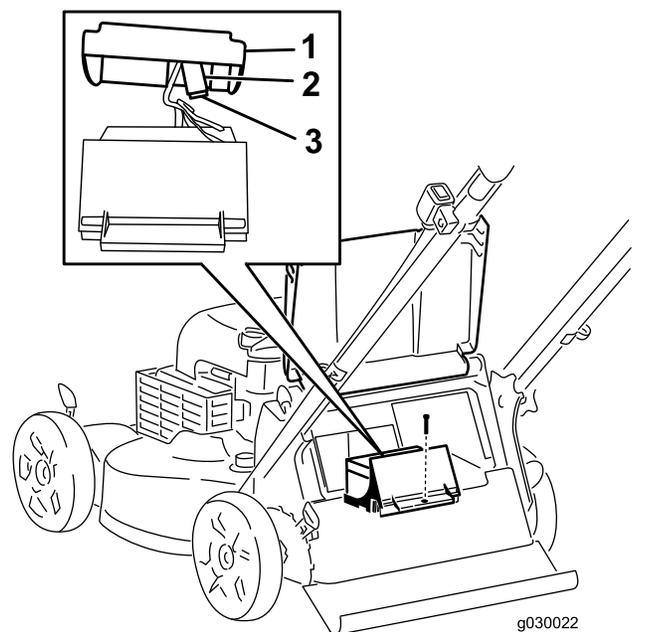

Figure 32
3. Enlevez la vis qui fixe le logement de la batterie, sortez la batterie et localisez le fusible (Figure 32).
4. Remplacez le fusible dans le porte-fusible (Figure 32).